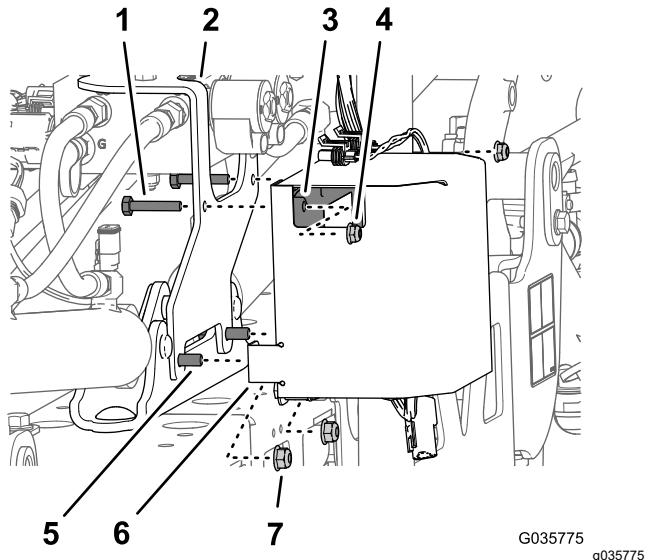

图 30
4. 将控制器盖图 30 组装到盖子下前孔的凸缘头螺栓 $5/16 \times 1$ 英寸上用您在 3 中拆下的 2 个凸缘锁紧螺母 $5/16$ 英寸松散固定盖子、支架和安装座。
5. 用 2 个凸缘锁紧螺母 $\frac{1}{4}$ 英寸组装 2 个螺栓 $\frac{1}{4} \times 1\frac{1}{8}$ 英寸穿过安装支架超声波喷洒臂修整套件中的上孔、后法兰控制器盖和控制器图 30。
3. 从油缸安装座上拆下固定超声波喷洒臂修整套件安装支架的 2 个凸缘锁紧螺母 $5/16$ 英寸图 30。